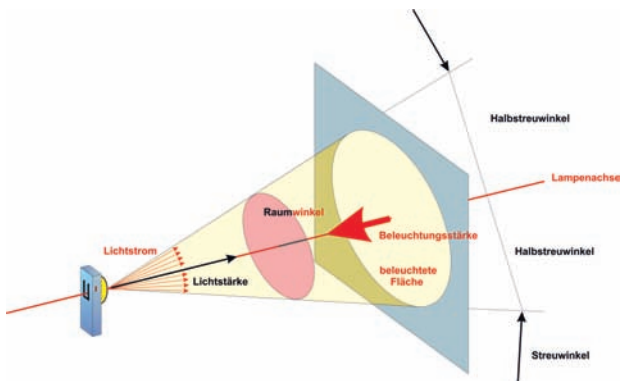

Bild 1: Lichttechnische Begriffe
1.2 Lichttechnische Begriffe (Bild 1)